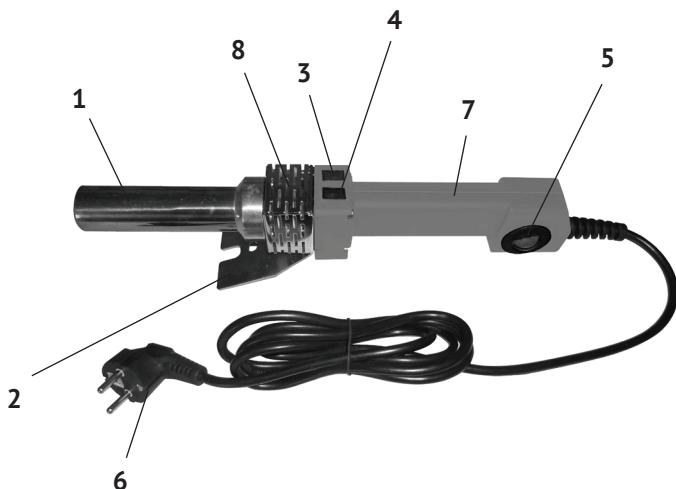

рис. 1
4.1 Общий вид сварочного аппарата представлен на рис.1
4.2 Включение ТЭНа (при подключённом к сети аппарате) и установка температуры осуществляется ручкой термостата (рис.1 поз.3). Термостат поддерживает (в интервале от 50 до 300 °C) выставленную температуру в автоматическом режиме. Индикатор (рис.1 поз.3) загорается при подключении аппарата к сети питания. Индикатор (рис.1 поз.4) включается при включении термостата и установке выбранной температуры сварки. Радиатор (рис.1 поз.8) отводит тепло от нагретого ТЭНа, понижая температуру корпуса (рис.1 поз.7).
6.1 Из кейса извлеките подставку (рис.1 поз.4). Установите её на ровной и надёжной поверхности рабочего стола (верстака).
6.3 На цилиндр нагревательного элемента (рис.1 поз.1) установите и колодками закрепите парные насадки, необходимые для предстоящей работы. Насадки должны быть чистыми.
7.1 Включите сварочный аппарат в сеть. Включите ручкой (рис.1 поз.3) термостат и установите необходимую (для конкретного материала) температуру сварки.
7.2. Для достижения рабочей температуры нагревательного элемента (рис.1 поз.1) и установленных насадок потребуется некоторое время.
Корректировку температуры производите регулятором температуры нагрева ручкой термостата (рис.1 поз.5).